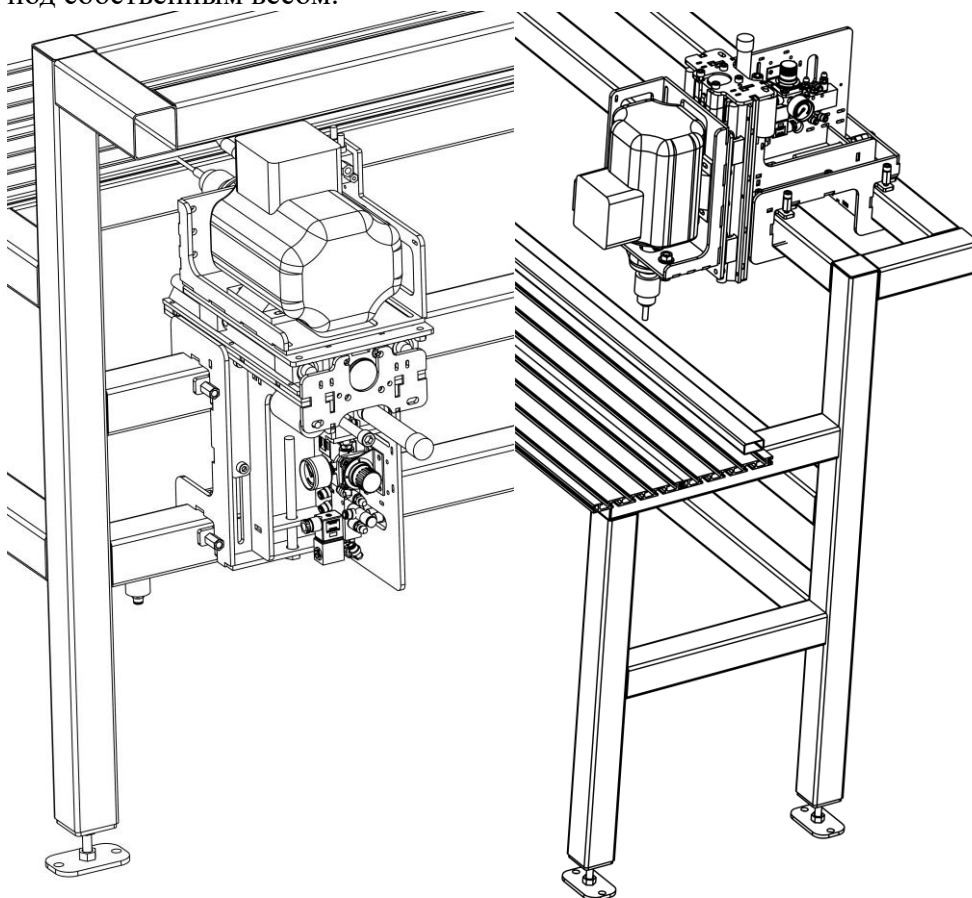

Рисунок 14.
- Устанавливаем сверлильный механизм в нужное положение на раме на верхнем или нижнем подвесе в продольном направлении, так чтоб ось вращения патрона находилось в точке центра расположения будущего отверстия (рис.14).